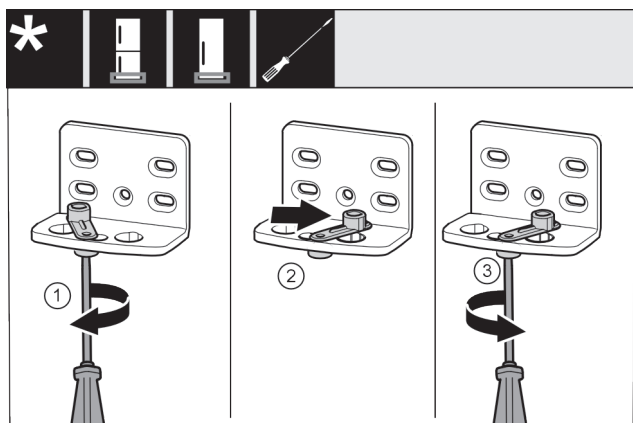

Fig. 15
- Schroef Fig. 15 (1) met een schroevendraaier losdraaien.
- Deursluthulp Fig. 15 (2) optillen en 90° naar rechts in de boring draaien.
- Schroef Fig. 15 (3) met een schroevendraaier vastschroeven.